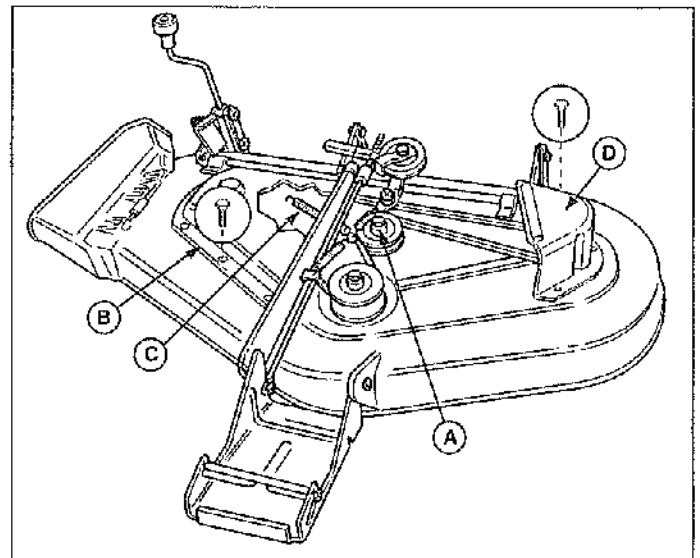

Figure 61. Tondeuse - Modèles de 112 et 127 cm
7. Voir la figure 61. Remettre le carter d'arbre de gauche (D) en place. Si la tondeuse a été déposée du tracteur, la réinstaller.